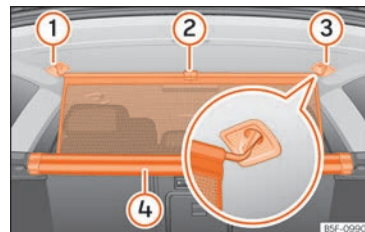

Fig. 179 En el maletero: enganchar la red de separación.
- Tire hacia arriba de la lengüeta » fig. 179 ① para sacar la red de la carcasa ④.